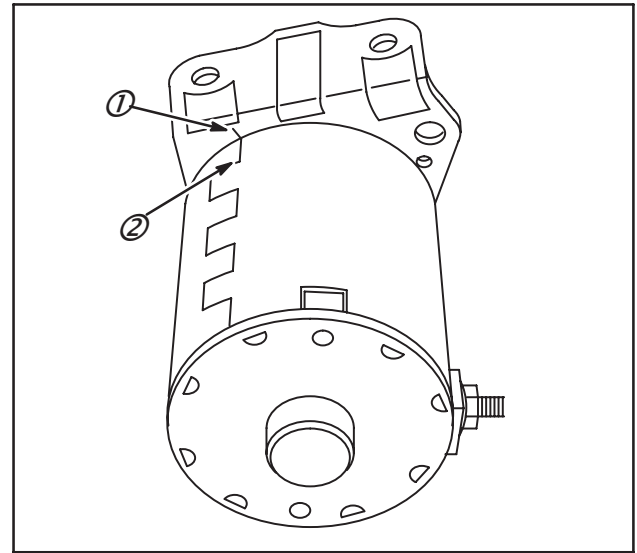

Fig. 74
6. Monter le palier côté entraîneur sur le boîtier du démarreur en veillant à aligner le repère du couvercle (1) avec le raccord du boîtier (2), Fig. 74.